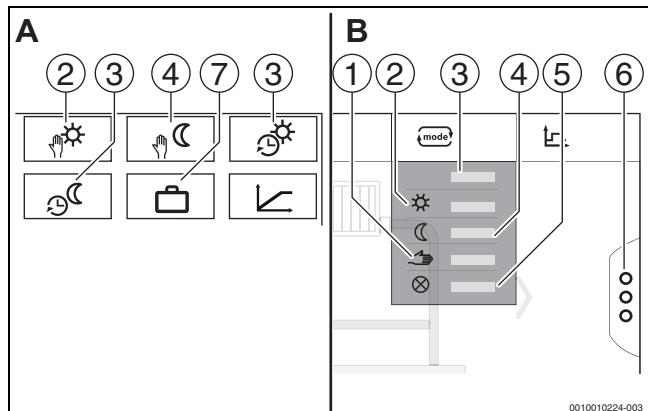
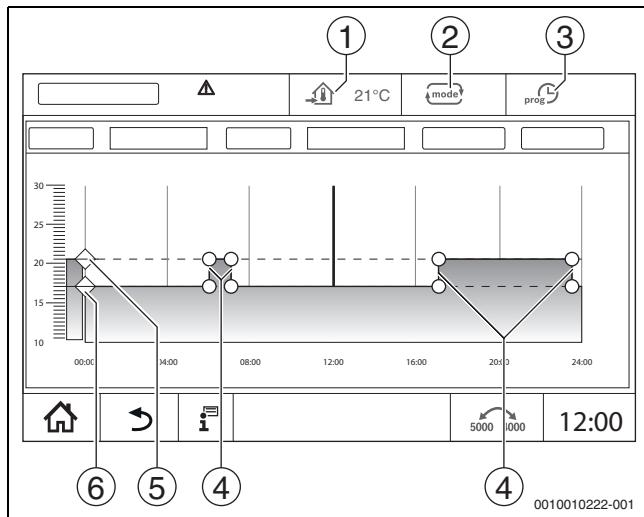

Рис. 28 Виды режимов работы
Рис. 29 Изменение Автоматический пониженный режим во временной программе
Для режимов работы (→ рис. 29, [2], стр. 54) и расширенных функций (→ рис. 28, [6], стр. 28) можно задать собственные температуры и критерии переключений. Настройки можно выполнять отдельно для каждого отопительного контура и для каждого режима работы.
- **Ручной режим отопления** (→ рис. 28, [2])
- **Ручной пониженный режим** (→ рис. 28, [4])
- **Отпуск** (→ рис. 28, [7])
Автоматический режим отопления предварительно задается через параметры в сервисных меню. Параметры можно изменить в программе работы по времени (→ рис. 29, [4], [5], стр. 54).
Автоматический пониженный режим предварительно задается через параметры в сервисных меню. Параметры можно изменить в программе работы по времени (→ рис. 29, [4], [6], стр. 54).
- ▶ Измените значения температуры смещением точек (→ рис. 29, [5], [6]).